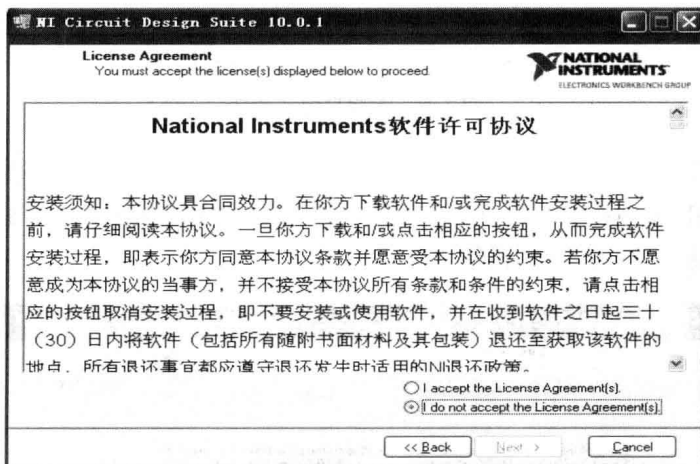
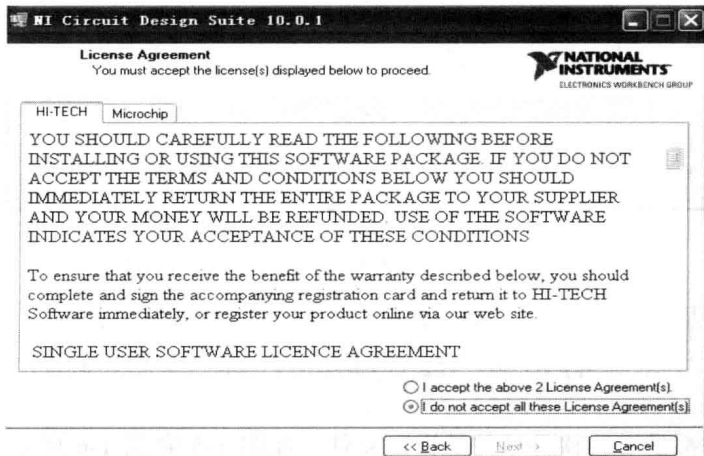

图 1-5 软件许可协议
图 1-6 许可证文件协议
(5) 下面两步都是安装软件相关的许可文件，如图 1-5 和图 1-6 所示，一个是中文版的 NI 软件许可协议，一个是英文版的 License 许可文件，认真阅读后选择 accept 按钮同意协议，这时 Next 按钮由灰色变为可点击按钮，单击 Next 按钮进入下一步安装。